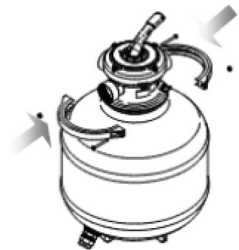

Fig. 10
6. Das Mehrwegeventil mit dem Spannring am Kessel befestigen (Fig. 10). Zum Festziehen der Schrauben einen Schraubenzieher benutzen.